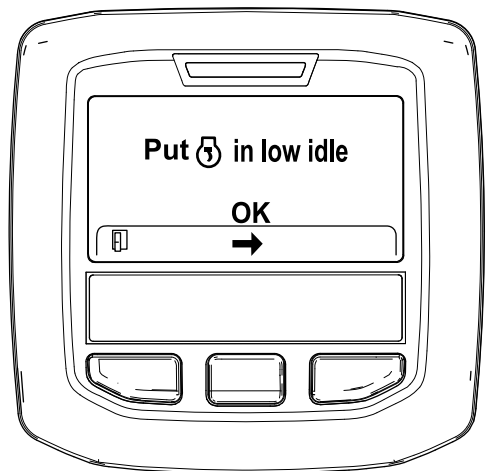

図 33
6. スロットルコントロールを低速アイドル位置にセットして、中央ボタンを押す 図 33。